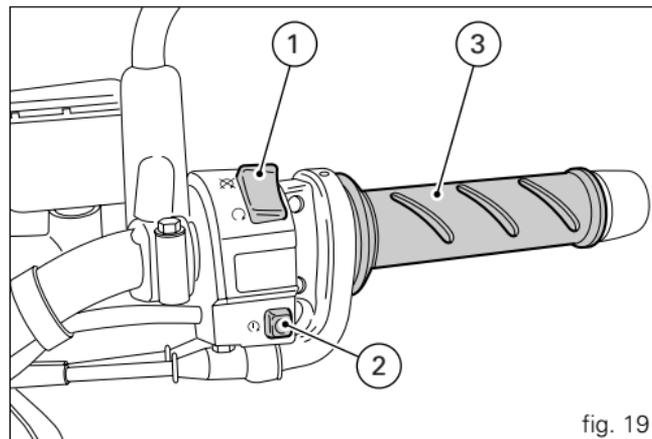

fig. 19
- 1) si le code est reconnu, le témoin IMMO (3, fig. 5) sur le tableau de bord, émettra un bref clignotement ; le système antivol a reconnu le code de la clé et désactive le blocage du moteur. En appuyant sur le bouton de démarrage du moteur (2, fig. 19), le moteur se met en marche ;
## Comodo droit (fig. 19)
## Poignée des gaz (fig. 19)